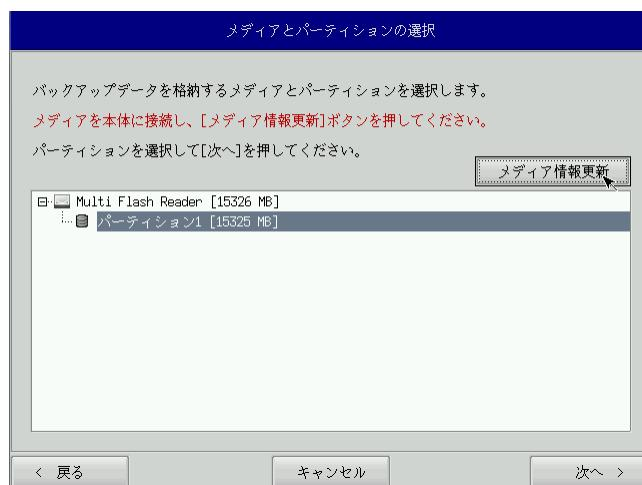

図 6-3-1. メディアとパーティション選択画面
- ⑤ メディアとパーティション選択画面（図 6-3-1）が表示されます。本体にメディアを接続し、[メディア情報更新] ボタンを押してください。バックアップファイルを保存するメディアのパーティションを選択し、[次へ] ボタンを押します。